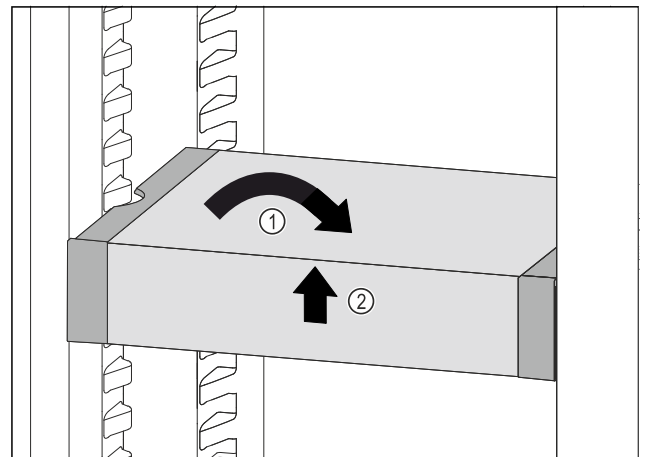

Fig. 137
- VarioSafe gerade stellen. Fig. 137 (1)
- VarioSafe vorne anheben. Fig. 137 (2)